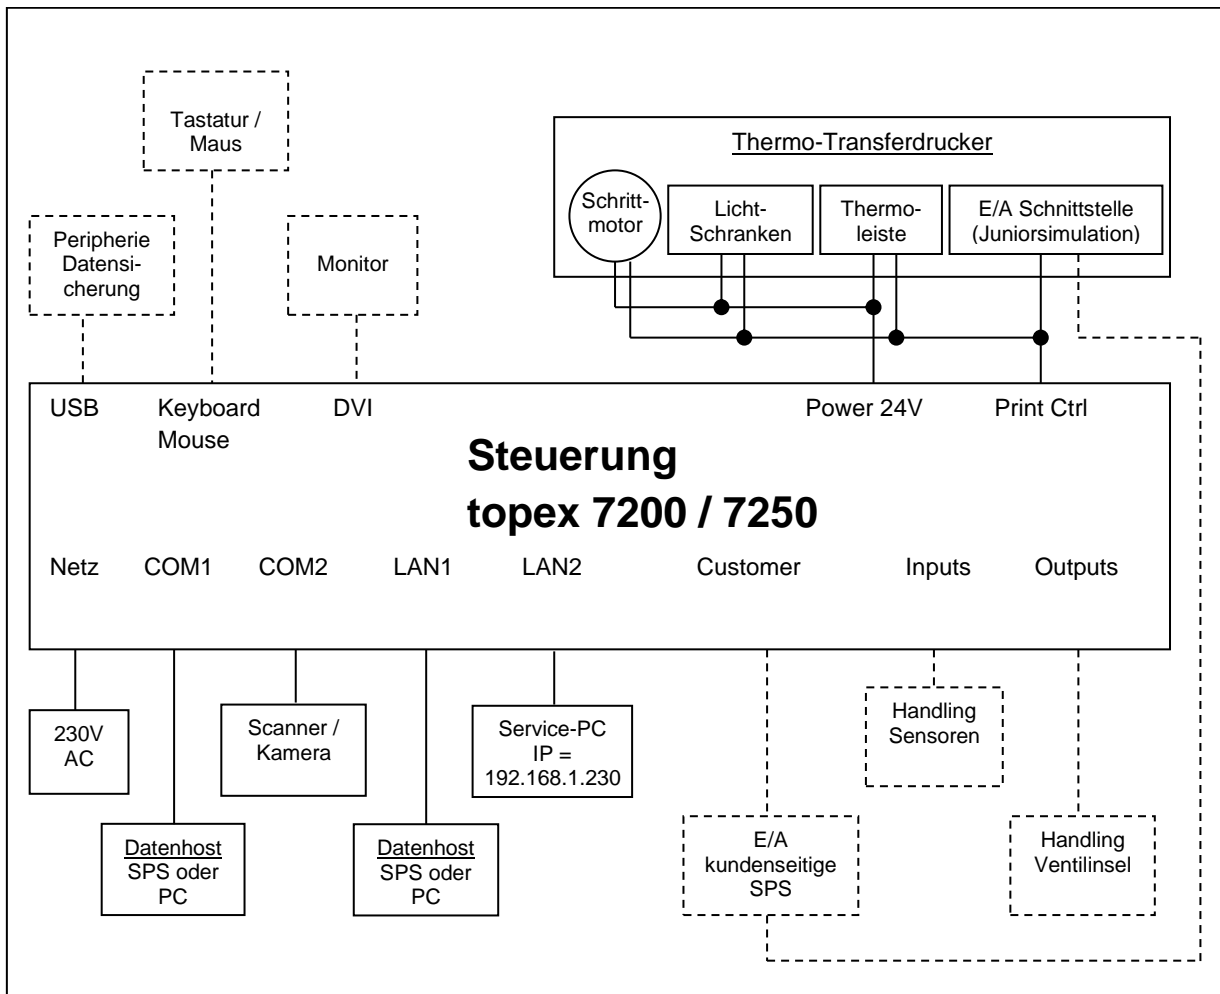

Abbildung 13 Blockschaltbild der Steuerung topex 7200 / 7250
- Montieren Sie die Anschlusskabel siehe Blockschaltbild Abbildung 13.